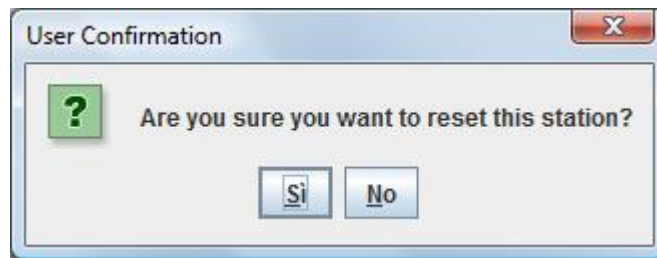

Fig. 19. MBS-MR – Finestra di stop e reset della stazione durante l'esecuzione della prova
- "Stop" per fermare la prova, confermando "OK" alla richiesta di stop e resettaggio della stazione (fig. 19). In tale caso la prova viene interrotta e la stazione resettata, rendendola così disponibile per un'altra analisi;